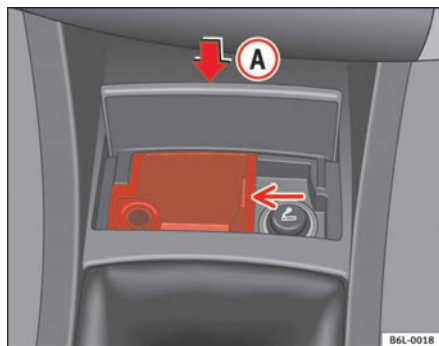

Fig. 82
- Pulse la parte inferior de la tapa del cenicero (A) ⇒ fig. 82 y ésta se abre automáticamente por efecto del muelle.